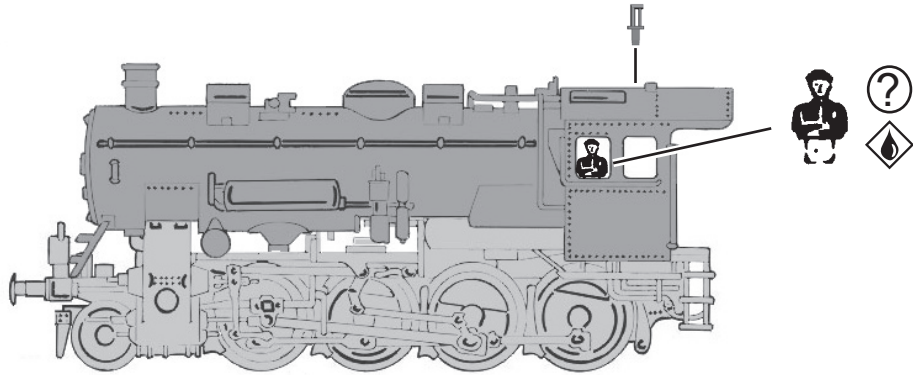

Fig. 3
**1. Schmierung:** Versehen Sie die im Schmierplan in Fig. 6 gekennzeichneten Stellen mit nur **kleinen Öltropfen**. Dazu zuerst das Lok- bzw Tendergehäuse abnehmen (Fig. 3, Fig. 4). Wir empfehlen den ROCO **Öler Art.-Nr. 10906**. Fürs Schmieren der Getriebeteile (Zahnräder, Schnecke) empfehlen wir das **ROCO-Spezialfett Art.-Nr. 10905**. Im Falle der Schmierung diese Teile **nicht ölen**.
**2. Lämpchenwechsel:** Bitte nehmen Sie zuerst das Lokgehäuse bzw. das Tendergehäuse ab (Fig. 3, Fig. 4). Dazu Tendergehäuse seitlich aufspreizen und nach oben abziehen. Lampenkontakt leicht nach hinten biegen. Glühlampe aus der Fassung nehmen (Fig. 5).
**1. Lubrication:** Apply **tiny oil drops** to spots marked in fig. 6. Prior to lubrication dismantle the loco body or the tender body (fig. 3,, fig. 4). We recommend using item no. **10906, ROCO oiler**. For lubrication the gearparts (e.g. cogwheels, worm) we would recommend our ROCO **special grease** (item no. **10905**).
**2. Change of lights:** First remove loco body and the tender body (fig. 3, fig. 4). Pull out the sides of the body a little and pull upwards. Gently bend the bulb contact strip backwards. Remove the bulb from the socket (fig. 5).
**1. Graissage:** N'appliquez **qu'une toute petite goutte** aux endroits indiqués par le plan de graissage (fig. 6) après avoir démonté la caisse du locomotive/tender (fig. 3, fig. 4). Nous vous recommandons **le graisseur à huile ROCO réf. 10906**. Pour graisser les engrenages (roues dentées, vis sans fin) nous vous conseillons la **graisse spéciale ROCO réf. 10905** pour engrenages en matières synthétiques. Lorsque vous utilisez cette graisse il faut éviter d'huiler ces composants.
**2. Remplacement des ampoules:** Veuillez démonter d'abord la caisse de votre locomotive et la caisse du tender (fig. 3, fig. 4). Pour cela il faut écarter légèrement les parois et soulever la carrosserie. Ecartez délicatement le contact de la lampe. Sortir la lampe de son logement (fig. 5).
**1.** } **Fig.3**
voir } Fig.3 / Fig. 4